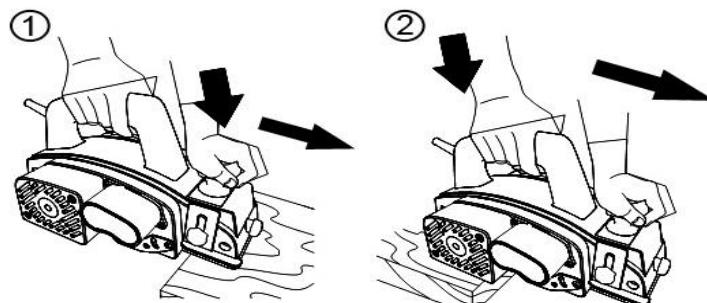

Рис. 5
- Медленно и равномерно перемещайте рубанок вперед. При начале строгания приложите давление на переднюю часть рубанка, при окончании – на заднюю часть (См. Рис.5).